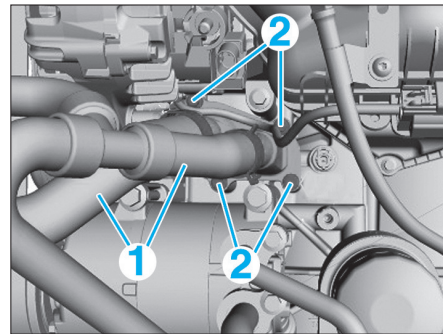

Fig. 24
- Désaccoupler les durits (1) du boîtier de thermostat (Fig.24).
- les vis (2),